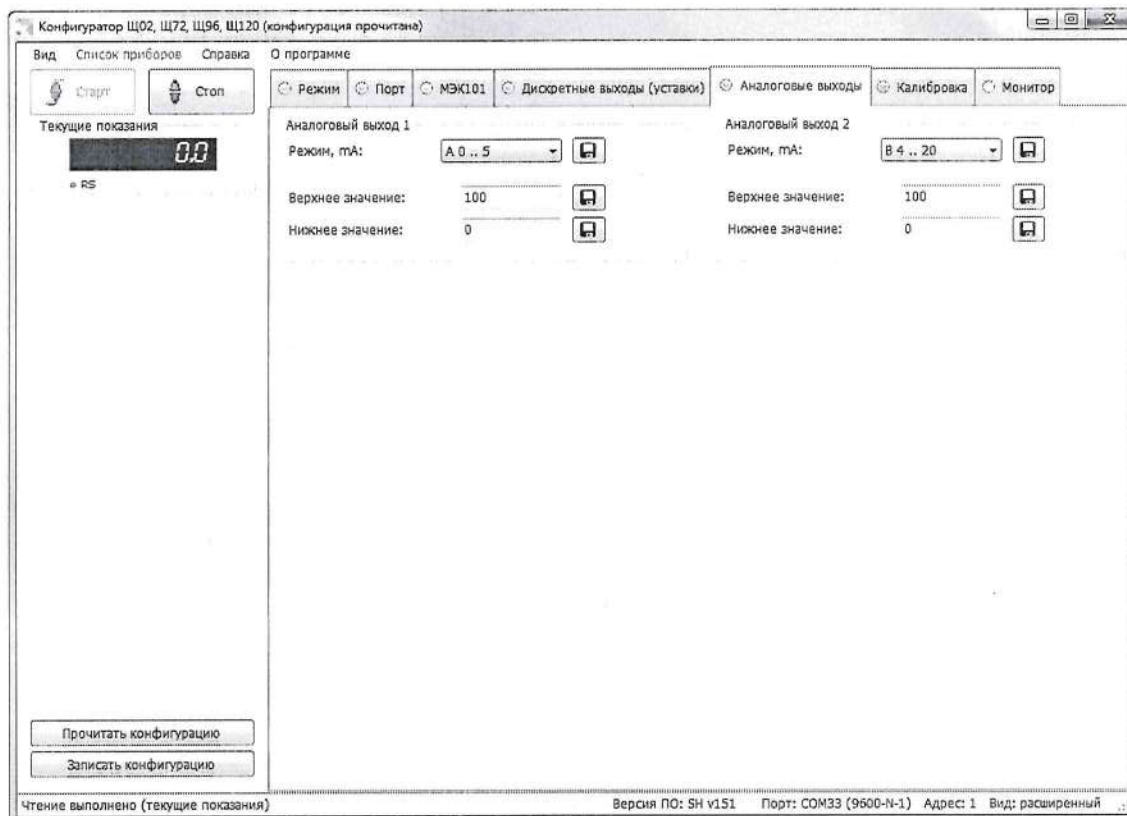

Рисунок 8 – Настройка аналоговых выходов
3.8.6 Конфигурирование аналоговых выходов (рисунок 8)